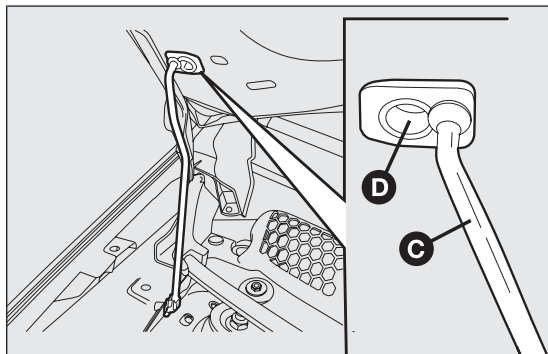

fig. 100
- ☐ sollevare il cofano e contemporaneamente liberare l'asta di sostegno C fig. 100 dal proprio dispositivo di bloccaggio, quindi inserirne l'estremità nella sede D del cofano.
- ☐ tenere sollevato il cofano con una mano e con l'altra togliere l'asta C fig. 100 dalla sede D e reinserirla nel proprio dispositivo di bloccaggio;